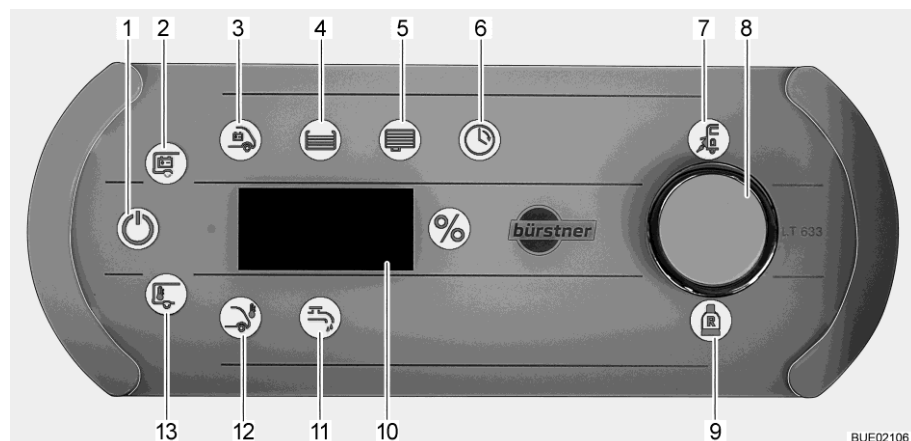

Fig. 185 Pannello di controllo LT 633
Il simbolo controllo di rete (Fig. 185,7) è acceso quando il veicolo è alimentato con tensione di rete a 230 V. Le batterie vengono caricate.
- Premere brevemente il pulsante a rotazione (Fig. 185,8). Il simbolo 12 V ON (Fig. 185,1) si accende. Se i simboli 12 V ON e batteria dell'abitacolo (Fig. 185,2) lampeggiano tre volte, l'alimentazione di tensione è disattivata.
- Premere il pulsante a rotazione (Fig. 185,8) e tenerlo premuto per ca. 5 secondi. Il simbolo batteria dell'abitacolo (Fig. 185,2) lampeggia e sull'indicatore (Fig. 185,10) viene visualizzato "On".
- Rilasciare il pulsante a rotazione. Il simbolo 12 V ON (Fig. 185,1) si accende. L'alimentazione di tensione è inserita.
- Ruotare il pulsante a rotazione, finché non si accende il simbolo pompa dell'acqua (Fig. 185,11). Sull'indicatore compare lo stato di commutazione attuale ("On" oppure "OFF").
Se la pompa dell'acqua è inserita, si accende il simbolo pompa dell'acqua (Fig. 185,11).
- Ruotare il pulsante a rotazione, finché non si accende il simbolo batteria dell'abitacolo (Fig. 185,2). La tensione della batteria dell'abitacolo viene visualizzata sull'indicatore per ca. 20 secondi (p. es. "13,8U" per 13,8 Volt).
- Ruotare il pulsante a rotazione, finché non si accende il simbolo batteria di avviamento (Fig. 185,3). La tensione della batteria di avviamento viene visualizzata sull'indicatore per ca. 20 secondi.
- Ruotare il pulsante a rotazione, finché non si accende il simbolo serbatoio dell'acqua (Fig. 185,4). Si accende il simbolo "%". Il livello del serbatoio dell'acqua viene visualizzato sull'indicatore per ca. 20 secondi.
- Ruotare il pulsante a rotazione, finché non si accende il simbolo serbatoio delle acque grigie (Fig. 185,5). Si accende il simbolo "%". Il livello del serbatoio delle acque grigie viene visualizzato sull'indicatore per ca. 20 secondi.
Il simbolo bombola del gas di riserva (Fig. 185,9) è acceso quando viene utilizzata la bombola del gas di riserva.
- Ruotare il pulsante a rotazione, finché non si accende il simbolo temperatura interna (Fig. 185,13) o temperatura esterna (Fig. 185,12). Sull'indicatore viene indicata la temperatura selezionata.
- Ruotare il pulsante a rotazione, finché non si accende il simbolo orologio (Fig. 185,6).